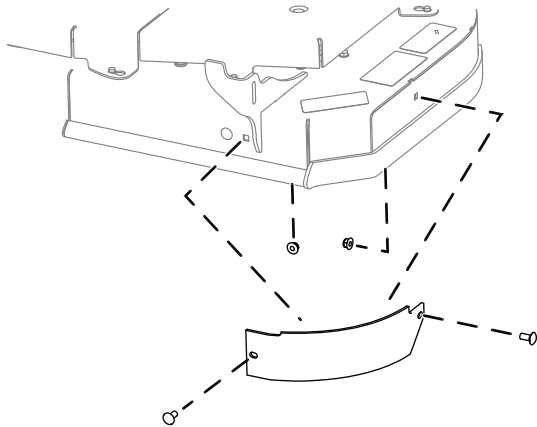

Bild 1
2. Entfernen Sie die beiden Schrauben und Muttern, mit denen das Ablenkblech am Mähwerk befestigt ist, und entfernen Sie das Ablenkblech (Bild 1)